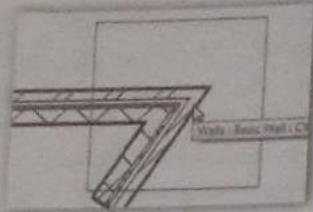

Figure 55: Butt Join
- a. **Butt** the default join type (Figure 55).